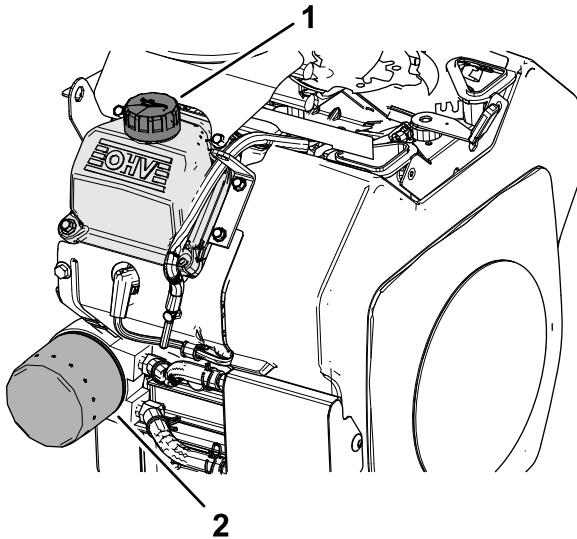

Figure 33
2. Déposez le filtre à huile usagé et essuyez la surface du joint de l'adaptateur (Figure 33).
3. Appliquez une fine couche d'huile neuve sur le joint en caoutchouc du filtre de rechange (Figure 33).
5. Retirez le bouchon de remplissage (Figure 33) et versez 2 litres de l'huile spécifiée dans le